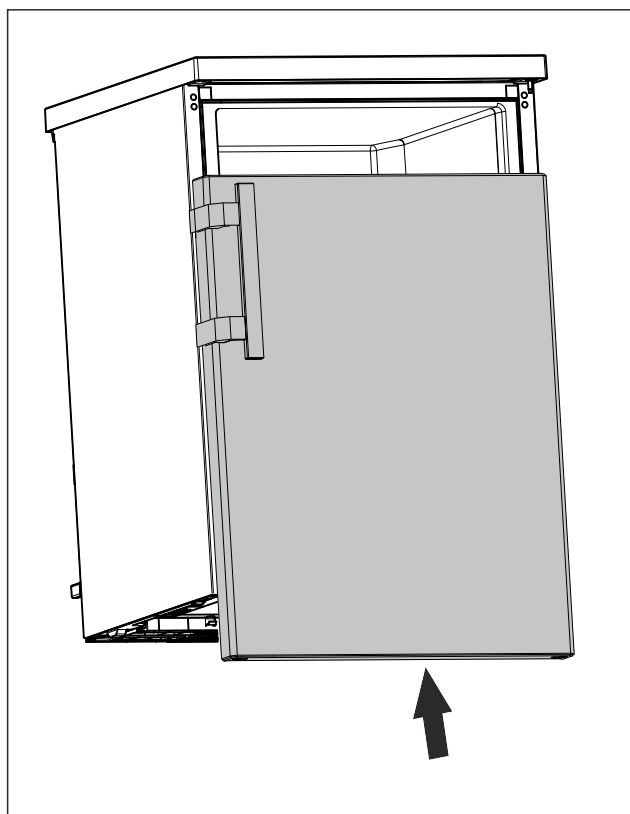

Fig. 19
- Надвиньте дверь в закрытом состоянии на верхний болт. (см. Fig. 19)